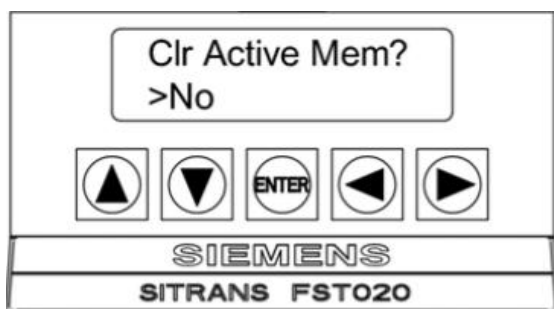

图 1
2. 在上电的同时按住回车键  不放，直到显示屏上出现[Clr Active Mem?]。如“图 1”